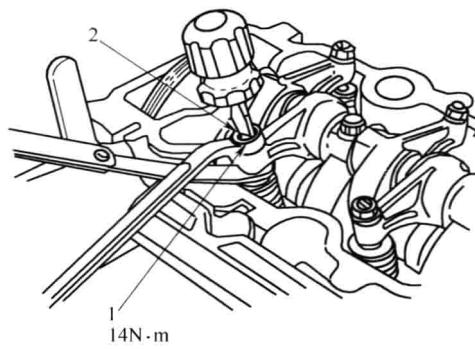

图 1-6 调整气门间隙
(3) 如图 1-6 所示,将合适厚度的塞尺插入调整螺钉与气门杆端部之间,并前后移动塞尺,应能感觉到轻微的阻力。进气门间隙为 0.15~0.19mm,排气门间隙为 0.26~0.30mm。
(4) 如果感觉阻力太大或太小,则应松开锁紧螺母,旋转调整螺钉,直到移动塞尺时感觉阻力适当为止。拧紧锁紧螺母,并重新检查气门间隙。